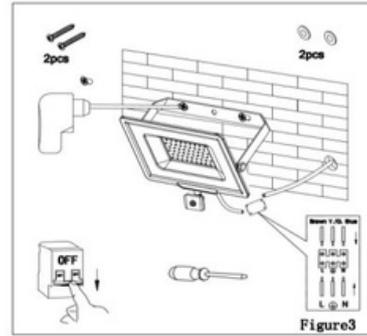

Figure3
3. Marquez la position du trou pour fixer le support sur le mur. Percez le mur aux emplacements marqués (vis non fournies). (voir fig.3)